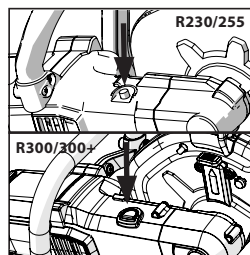

FIG. 2
- Spingere il blocco del mandrino per bloccarlo. (Fig. 2)